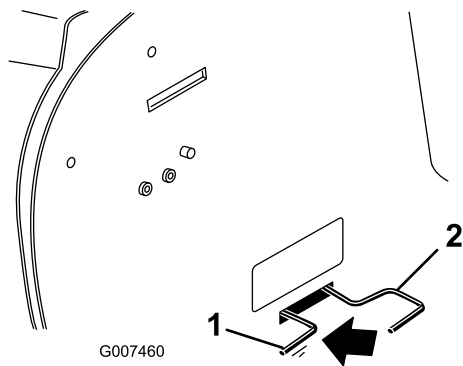

Figura 12
5. Premete l'asta di comando della trazione e spingetela a sinistra per bloccarla in posizione di spinta (solo per il modello 70186) (Figura 12).